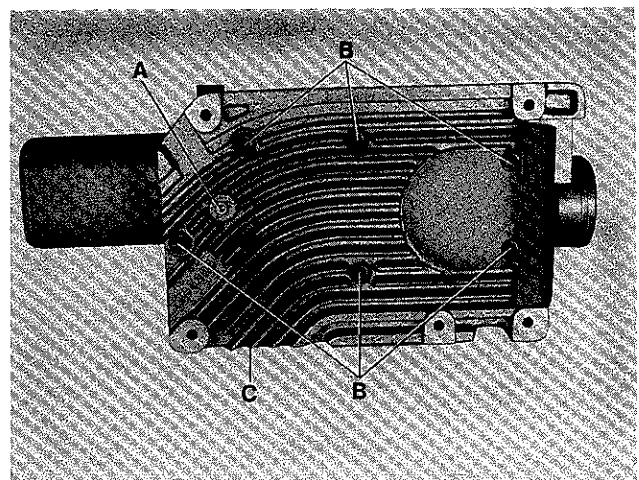
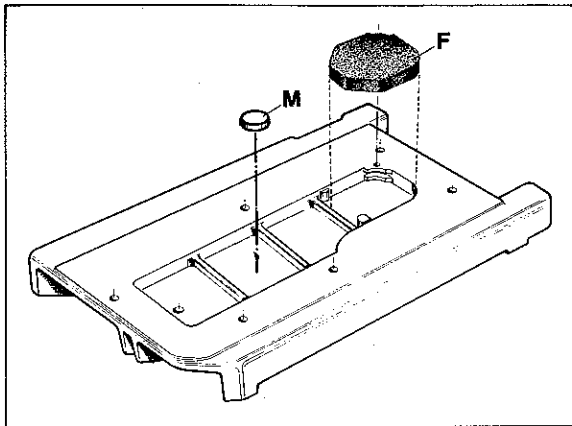

Fig.10
Fig. 10A
1. Drain the oil at plug screw (A, Fig. 10) in the bottom cover of the machine.
2. Unscrew the six screws (B, Fig. 10) for the bottom cover (C) and remove bottom cover and gasket.
3. Remove the magnet (M, Fig. 10A), which accumulates metallic foreign materials, from the second oil sump chamber from the left in the bottom cover and clean it.
4. Remove the filter (F, Fig. 10A) from the right oil sump chamber in the bottom cover and clean it in petroleum, or replace it by a new one (part No. 999-254 J).
6. Insert plug screw (A, Fig. 10) in the bottom cover, place the magnet (M, Fig. 10A) in the second from the left and the filter (F, Fig. 10A) in the right oil sump chamber.
1. Lassen Sie das Öl an der Verschlussschraube (A, Fig. 10) in der Grundplatte der Maschine ab.
2. Entfernen Sie die sechs Befestigungsschrauben (B, Fig. 10) für die Grundplatte (C) und nehmen Sie Grundplatte und Dichtung ab.
3. Nehmen Sie den Magneten (M, Fig. 10A), der die Aufgabe hat, metallische Fremdkörper anzuziehen, aus der zweiten Ölsumpfkammer von links in der Grundplatte und reinigen Sie ihn.
4. Nehmen Sie den Filter (F, Fig. 10A) aus der rechten Ölsumpfkammer der Grundplatte und reinigen Sie ihn in Petroleum, oder verwenden Sie einen neuen Filter (Teil Nr. 999-254 J).
6. Drehen Sie die Verschlussschraube (A, Fig. 10) in die Grundplatte, legen Sie den Magneten (M, Fig. 10A) in die zweite von links und den Filter (F, Fig. 10A) in die rechte Ölsumpfkammer.
7. Remount bottom cover with gasket. Make sure that the surfaces on machine bed and bottom cover for the gasket are absolutely clean! Torque the six screws (B, Fig. 10) carefully to 22,6 - 23,1 Nm (200 - 205 in.lbs.).
7. Montieren Sie die Grundplatte mit Dichtung wieder. Beachten Sie, daß die Auflageflächen für die Dichtung, am Gehäuse und an der Grundplatte, absolut sauber sein müssen! Ziehen Sie die sechs Befestigungsschrauben (B, Fig. 10) mit einem Drehmoment von 22,6 bis 23,1 Nm sorgfältig an.